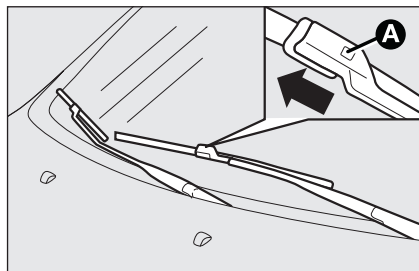

fig. 16
- ☐ presione la patilla **A-fig. 16** del muelle de enganche y saque la escobilla del brazo;